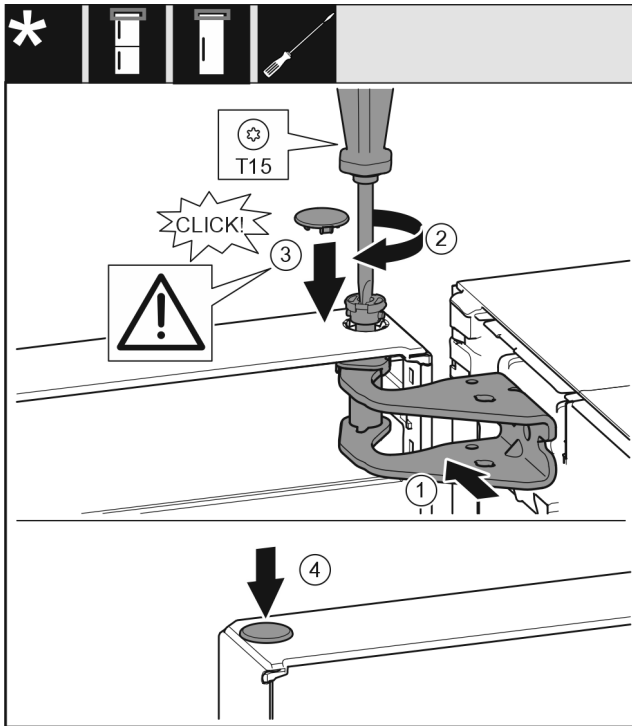

Fig. 22
- Fig. 22 (1)
- Bolzen Fig. 22 (2) einsetzen und mit Schraubendreher festschrauben.
- Sicherungsabdeckung Fig. 22 (3) zur Sicherung der Tür montieren: Sicherungsabdeckung einsetzen und Kontrollieren ob sie auf der Tür aufliegt. Ansonsten Bolzen vollständig einsetzen.
- Stopfen Fig. 22 (4) einsetzen.